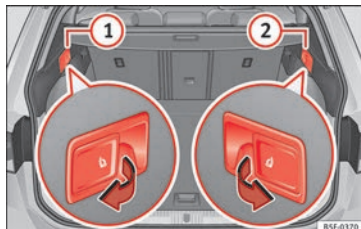

Fig. 152 En el maletero: palancas para desbloqueo a distancia de las partes izquierda (1) y derecha (2) del respaldo trasero.
- Tire de la palanca de desbloqueo a distancia de la parte izquierda » fig. 152 (1) o derecha (2) del respaldo en el sentido de la flecha. La parte desbloqueada del respaldo trasero se abate automáticamente hacia delante.